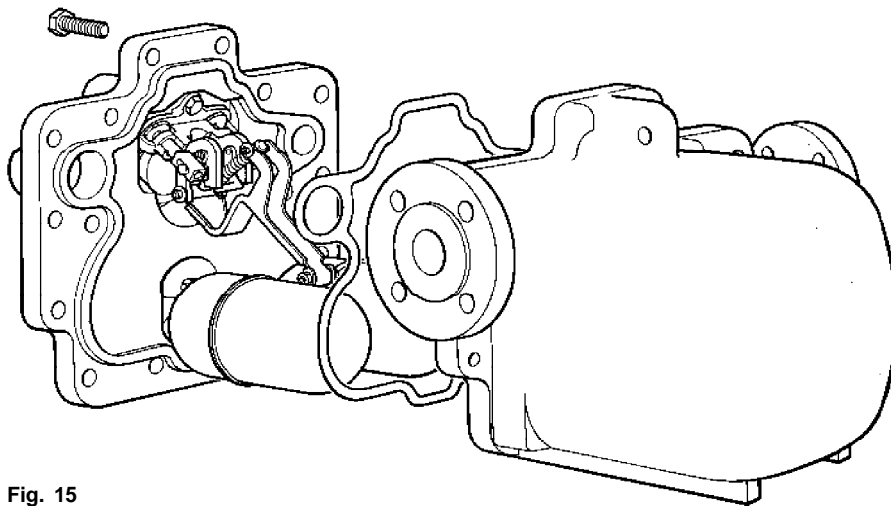

Fig. 15
1. Koppla från alla anslutningar till locket. Avlägsna lockbultarna med en 19 mm A/F fast nyckel, och avlägsna sen försiktigt locket från huset (Min. demonteringsavstånd som krävs är 250 mm). Flytta locket till en bänk eller annat ställe som kan utgöra en bekväm yta att arbeta på och spänn fast den ordentligt, undvik kontakt med packningsytan (se Fig. 15).